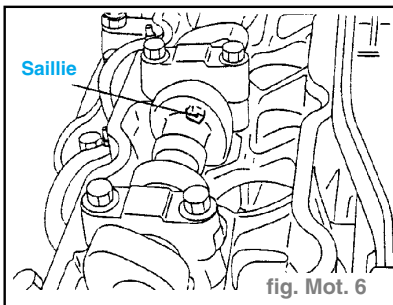

fig. Mot. 6
**Remarque** : Si la saillie de l'arbre à cames est dirigé droit vers le haut, le cylindre **N°1** sera à la position centrale de point mort haut de la phase de compression. Si le vilebrequin est ensuite tourné une fois, le cylindre **N°4** sera à la position centrale de point mort haut de la phase de compression. (fig. Mot. 6)